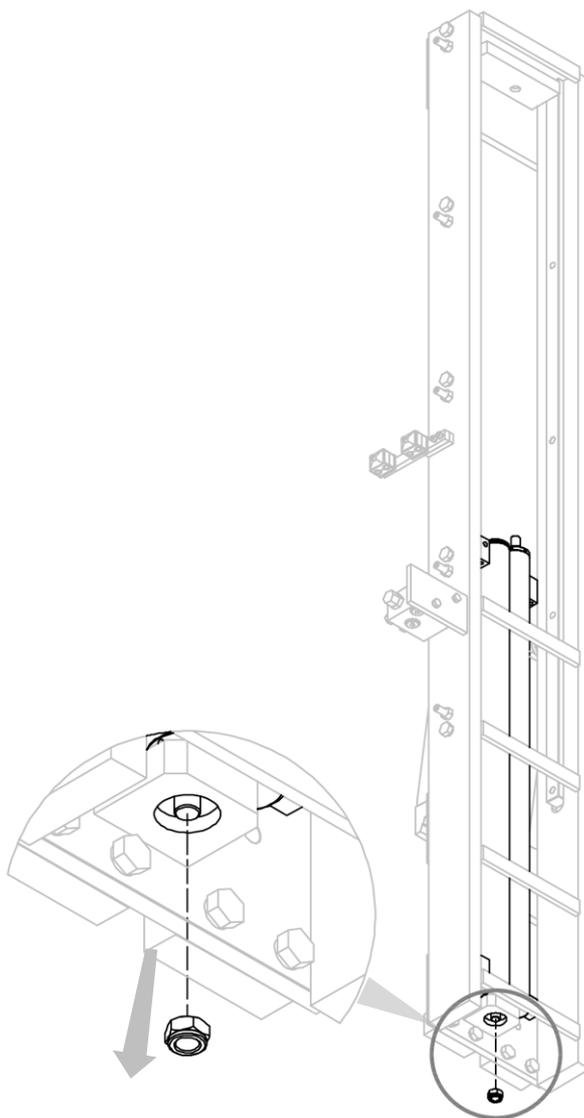

Figura 11
2. Rimuovere il dado che vincola la struttura mobile ai cilindri (vedi *Figura 11*).
3. Rimuovere i cilindri dopo aver svitato il dado che vincola i cilindri stessi alla struttura dell'attrezzatura (vedi *Figura 11*).